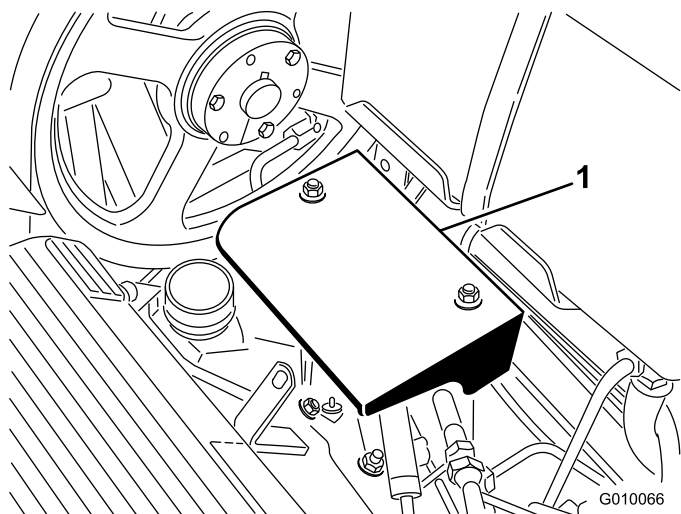

Figura 56
2. Retire as 2 porcas de montagem do resguardo da bomba e retire o resguardo (Figura 56).